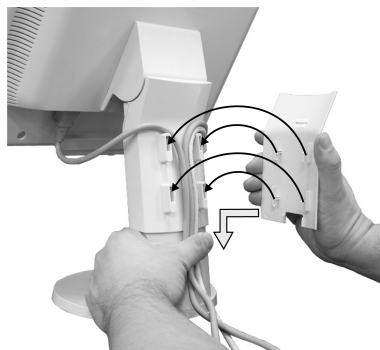

Рисунок D.1
7. Плотно прижмите кабели и установите крышку отсека распределения кабелей на подставке (**Рисунок D.1**). Чтобы снять крышку кабельного отсека, поднимите ее, как показано на **рисунке D.2**.